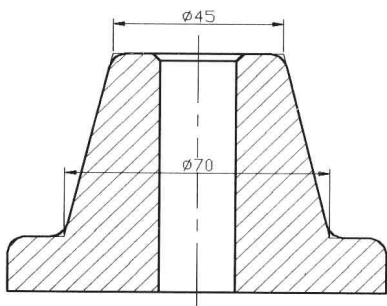

图 7-4-7
(1) 打开素材文件“7-4-5a.dwg”，在光滑过渡处，用细实线将轮廓线延长，并从它们的交点引出尺寸界线，标注如图 7-4-7 所示。
(2) 选择菜单命令“标注/倾斜”，命令行提示“选择对象”，单击标注对象，按 Enter 键。